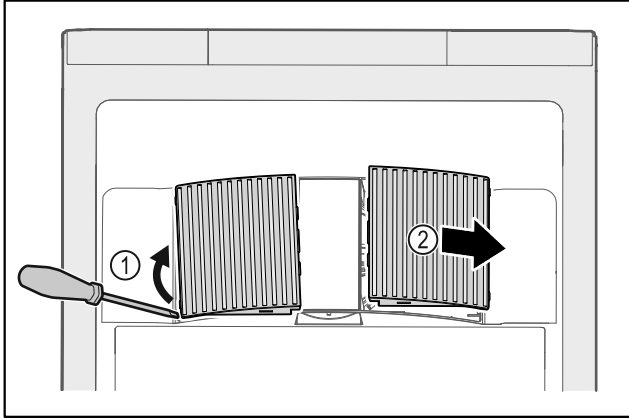

Fig. 140
- ▶ Ventilatorafdekkingen voorzichtig aan de zijkant eruit halen Fig. 140 (1) en naar de voorkant toe verwijderen Fig. 140 (2).